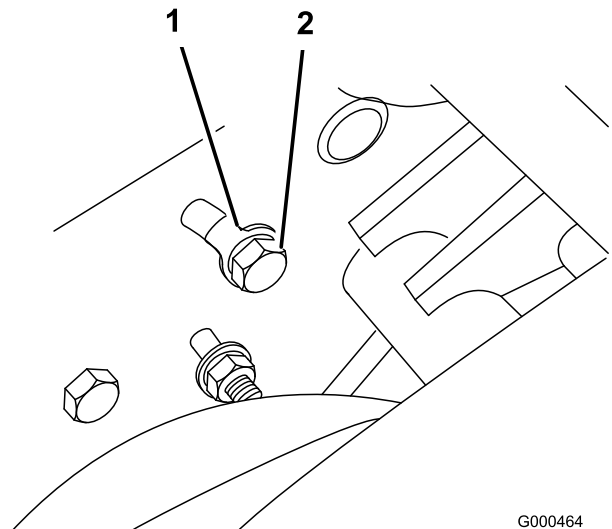

Bild 43
- A. Lösen Sie an der Rückseite der Seitenplatte die Schraube, mit der die Spannscheibenhalterung an der Seitenplatte befestigt ist (Bild 43).